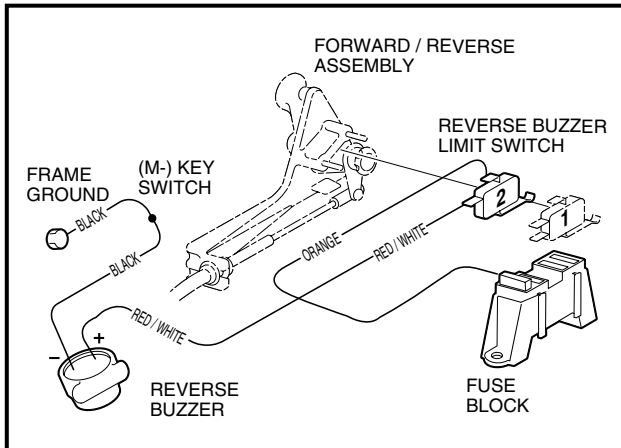

FIGURE 12-7
**REVERSE BUZZER CIRCUIT (FIGURE 12-7, PAGE 86)**